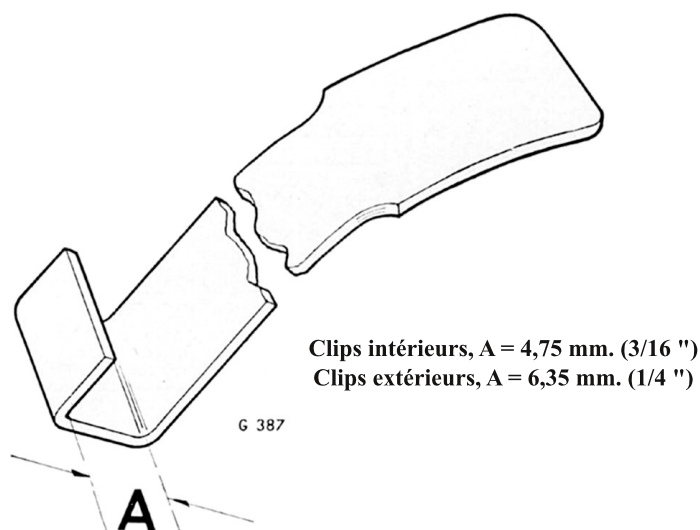

Fig. 37. Outil de pose du joint de vitre
- (a) Replacer le joint de vitre intérieur en utilisant un outil fabriqué comme indiqué Fig. 37.